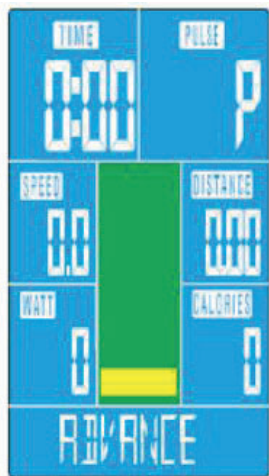

Abb. 7
1. Wählen Sie das Programm (Advance) und bestätigen Sie die Auswahl mit der MODE-Taste (siehe Abb. 7).